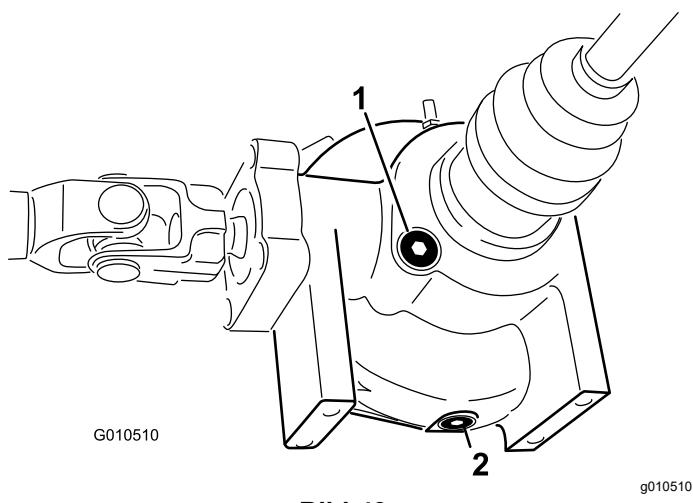

Bild 43
4. Reinigen Sie den Bereich um die Füll-/Prüfschraube seitlich am Differenzial (**Bild 43**).
4. Reinigen Sie den Bereich um die Ablassschraube an der Seite des Differenzials (**Bild 43**).